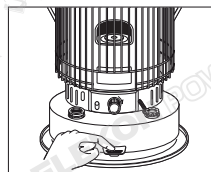

Рис. 13
- Нажмите на ручку поджига (Рис. 13), чтобы привести свечу в контакт с фитилем.